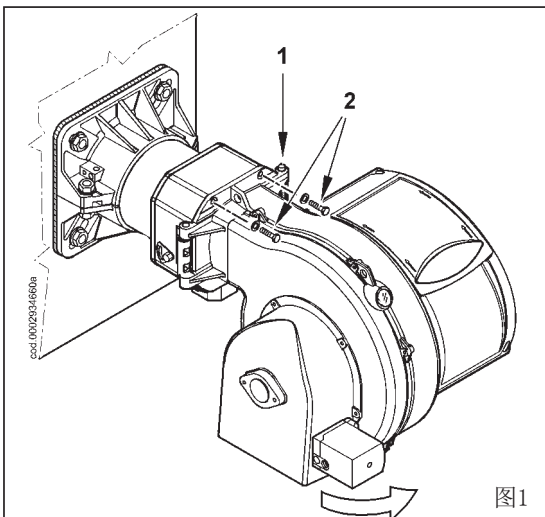

图1
- 松开2个螺丝（2），将燃烧器放在相应铰链（图1）中插头（3）的位置。